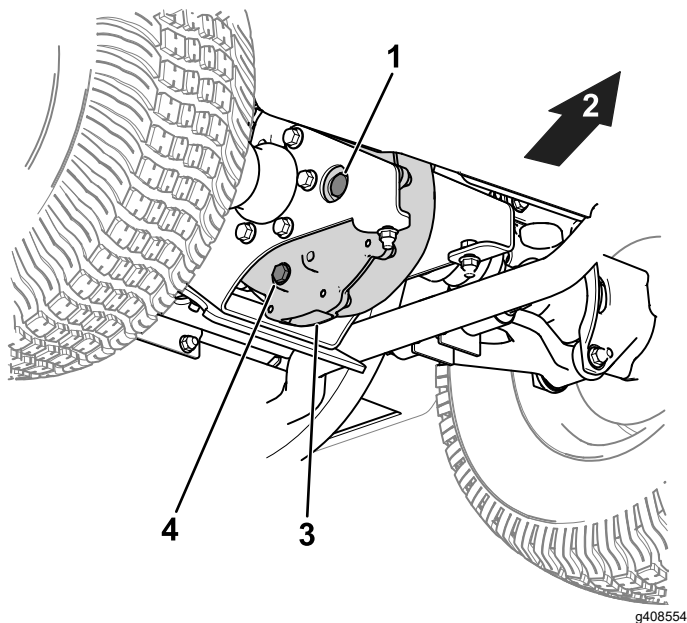

Figure 43
1. Enlevez le bouchon de remplissage de la boîte-pont (Figure 43).
2. Si le niveau de liquide est trop bas, enlevez le bouchon de remplissage et ajoutez le liquide spécifié jusqu'à ce qu'il ressorte par l'orifice (Figure 43).
1. Placez un bac de vidange sous le bouchon de vidange (Figure 43).
2. Retirez le bouchon de remplissage (Figure 43).
3. Enlevez le bouchon de vidange pour permettre à tout le liquide de s'écouler (Figure 43).